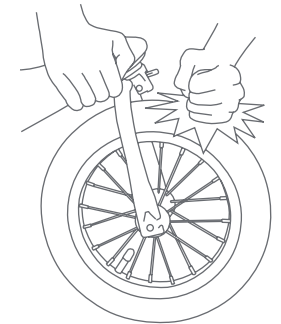

Fig. 24
- 24) • Levante la rueda delantera hasta que no toque el suelo y dé un golpe firme al neumático (la llanta) (Fig. 24). La rueda no debe de aflojarse o caerse.